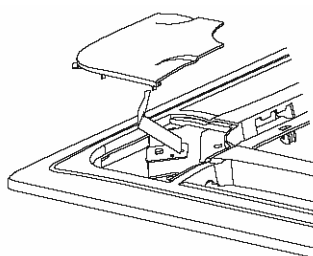
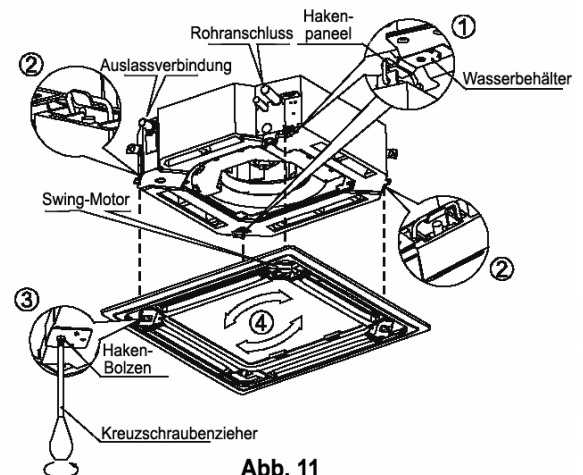

Abb. 10
Abb. 11
- Entfernen Sie die Installationsabdeckungen an den vier Ecken. Schrauben Sie die Bolzen heraus, lockern Sie das Seil von den Installationsabdeckungen und entfernen Sie es. (Siehe Abb. 10)
(3) Installation des Panels
- Richten Sie den Swing-Motor am Panel richtig an den Rohranschlüssen des Hauptgerätes aus. (Siehe Abb. 11)
- Justieren Sie das Panel vorsichtig in Pfeilrichtung (s. Abb. 11 (4)), so dass die Mitte des Panels sich mit der Mitte des Lochs in der Decke deckt. Achten Sie darauf, dass die Haken an allen vier Ecken fest sitzen.